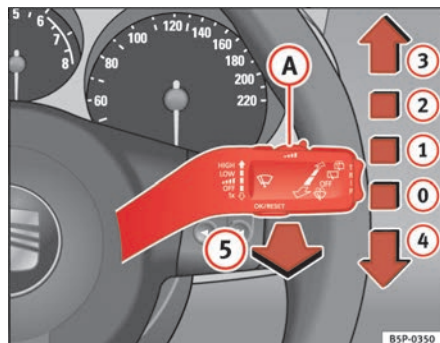

Abb. 82 Scheibenwischer- und Scheibenwascherhebel
Der Scheibenwischerhebel \Rightarrow Abb. 82 hat folgende Stellungen:
- Wenn bei eingeschalteter Wischerstufe ② ⇒ Seite 124, Abb. 82 oder ③ das Fahrzeug anhält, wird automatisch auf die nächste Stufe heruntergeschaltet. Fährt das Fahrzeug wieder an, wird erneut auf die eingestellte Wischerstufe hochgeschaltet.